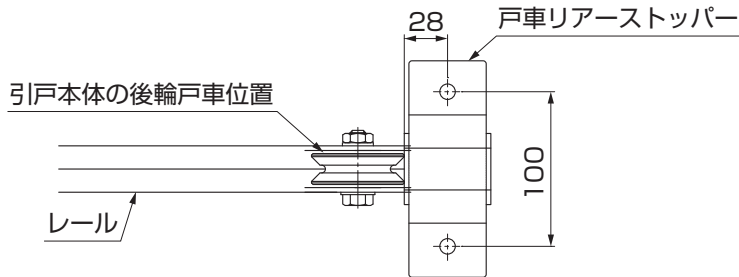

図8-3
③引戸本体を開けた状態で引戸本体の戸車の後輪の位置にあわせて戸車リアーストッパーを位置合わせしてください。(図8-3参照)